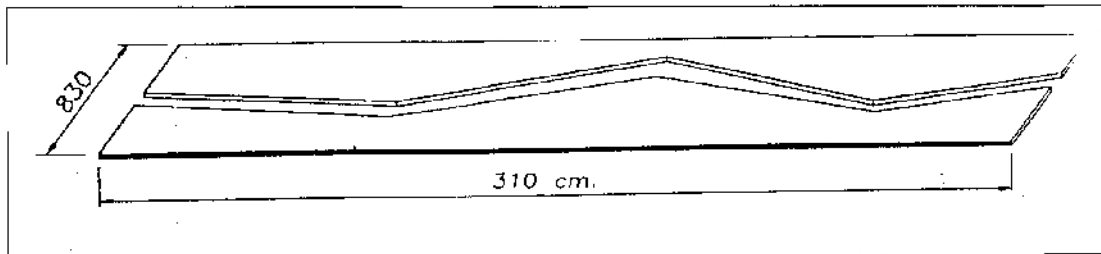

Figura 4.1 - I fase del ripiegamento del modulo anteriore
A. La prima fase del ripiegamento del modulo anteriore consiste nel realizzare una rettangolo delle dimensioni sopra indicate cercando di distribuire il tessuto della copertura nella maniera più uniforme possibile all'interno del rettangolo sopra indicato (figura 4.1).